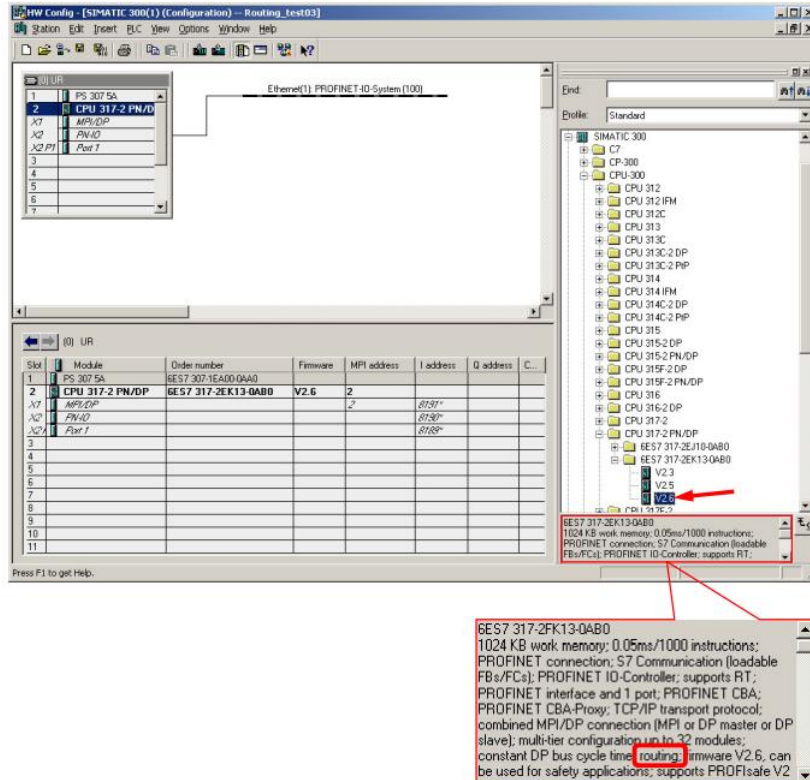

图 2-1 检查模块的路由功能
- 选中某一器件后，该器件的区域下方会出现关于该器件的基本信息，它列出了基本功能的描述，以便做出正确的选择（见图 2-1）